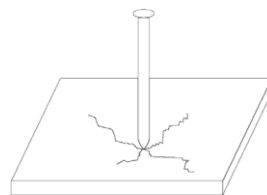

Рис. 2.3
- Если основание треснуло или расколосось – оно слишком хрупкое. Осколки могут серьезно травмировать Вас и окружающих. Также может произойти сквозной прострел материала основания, что приведет к серьезным травмам или смерти. Основание не подходит для использования технологии прямого монтажа (Рисунок 2.3).